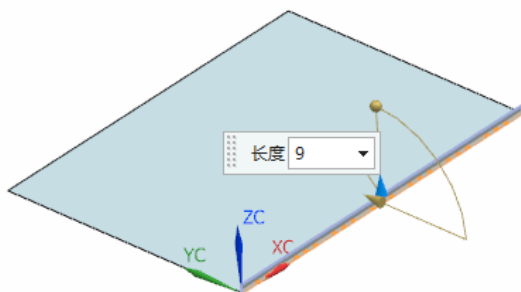

图 11-167 选择弯边
(3) 选择弯边，同时在视图区预览显示所创建的弯边，如图 11-167 所示。